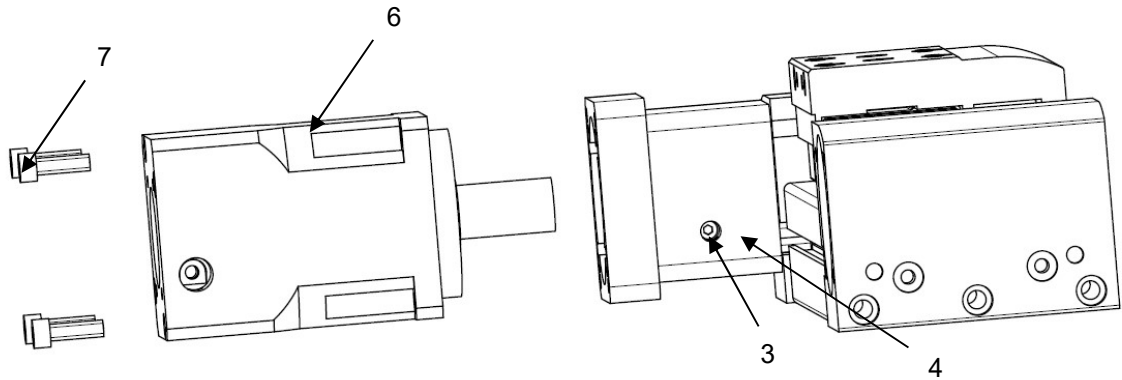

Рисунок 9 – Установка редуктора
- 3) Закрепите редуктор (поз. 6) при помощи винтов (поз. 7) (см. рисунок 9). Затяните винт муфты (поз. 2) через отверстие на корпусе монтажного комплекта (поз. 4). Момент затяжки винта муфты см. п. 1.4.2.3.